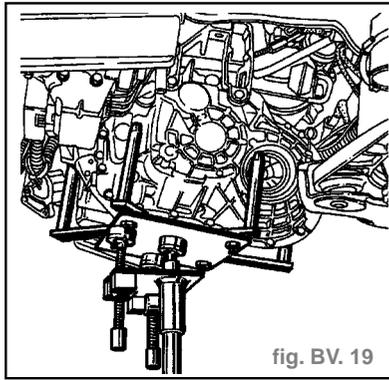

fig. BV. 19
- Mettre en place le vérin d'organes (exemple **DESUIL V 703 ST 01**). (Fig. BV. 19)
- Mettre en place le vérin d'organes (exemple **DESVIL V 703 ST 01**). (fig. BV. 19)